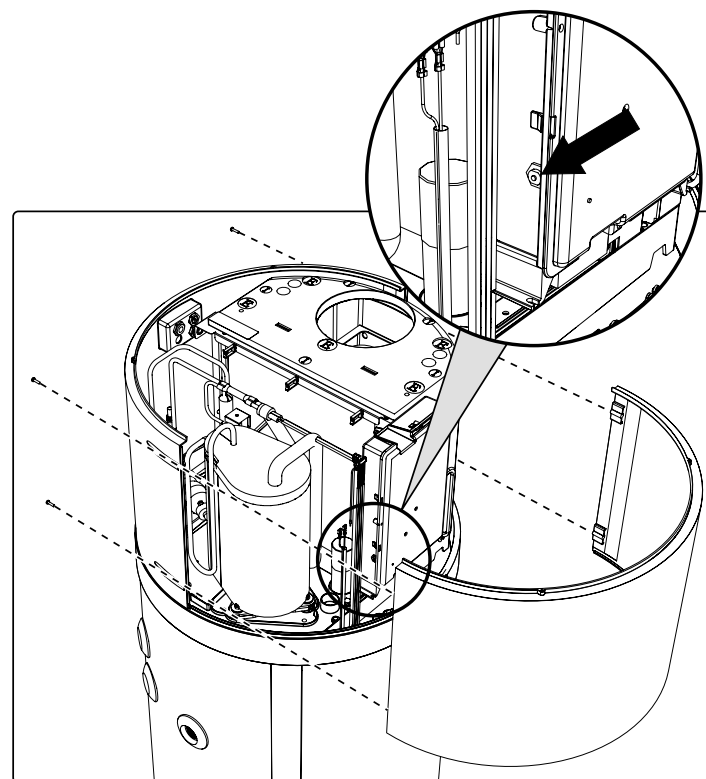

Abb. 30 - Entfernen der Frontblende
- Entfernen Sie die Frontblende und setzen Sie den ausgelösten Sicherheitsthermostat manuell zurück (Abb. 30). Im Fall eines Auslösens steht der zentrale Stift des Thermostats ungefähr 2 mm heraus.